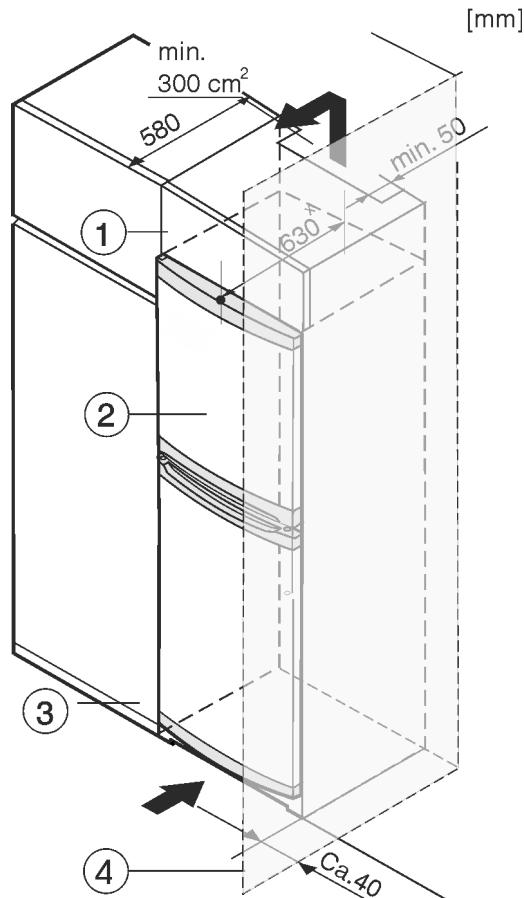

Fig. 8
Zariadenie môže byť zabudované medzi kuchynskými skriňami. Aby sa zariadenie Fig. 8 (2) prispôsobilo výške kuchynskej linky, môže sa nad zariadením umiestniť nadstavna skrinka Fig. 8 (1).
Pri vstavaní s kuchynskými skriňami (hlbka max. 580 mm) je možné zariadenie inštalovať priamo vedľa kuchynskej skrine Fig. 8 (3). Zariadenie vyčnieva nabok 34 mm x a v strede zariadenia 50 mm x oproti prednej časti kuchynskej skrine.
Ak je zariadenie umiestnené so zavesením vedľa steny Fig. 8 (4), vzdialosť medzi zariadením a stenou musí byť minimálne 40 mm. To zodpovedá presahu držadla pri otvorených dverách.